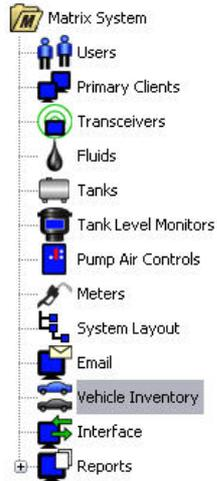

FIG. 149
1. Selezionare **Vehicle Inventory** (Inventario veicoli) dall'elenco sul pannello del sistema Matrix (FIG. 149).